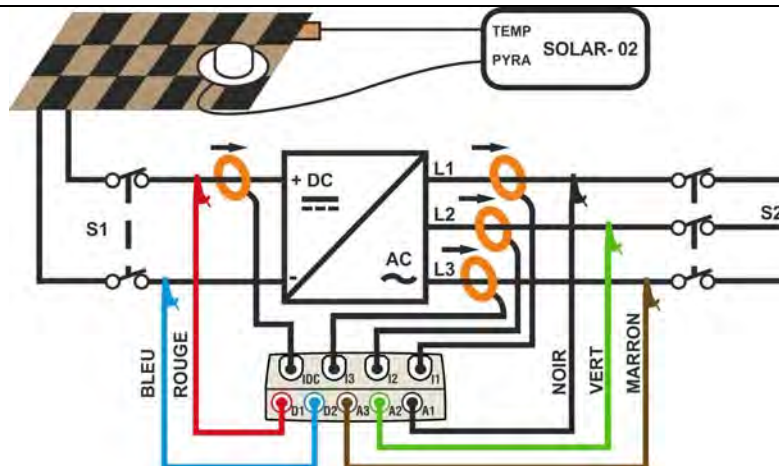

Fig. 162 : Connexion de l'instrument à un système FV-3 avec SOLAR-02
3. Connecter les entrées **D1** et **D2** respectivement aux pôles positif et négatif de sortie de la chaîne. Connecter les entrées **A1**, **A2**, **A3** aux conducteurs de Phase en respectant les couleurs indiquées à la Fig. 162.
4. Connecter les pinces de courant DC au conducteur positif de sortie de la chaîne **en respectant la direction de la flèche** se trouvant sur la pince même comme il est indiqué à la Fig. 162. **Contrôler l'état des batteries internes de les pinces avant la connexion**
5. Connecter les pinces AC aux conducteurs de Phase L1, L2, L3 **en respectant la direction de la flèche** se trouvant sur les pinces mêmes comme il est indiqué à la Fig. 162. Connecter la sortie des pinces respectivement aux entrées **I1**, **I2**, **I3** de l'instrument.